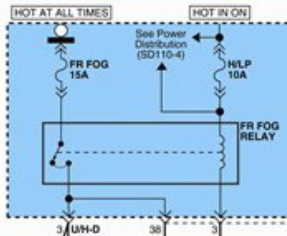

Рис. 5. Подключение реле с отдельными цепями силовых контактов и обмотки.
- в схемах автомобиля, где цепи управления обмоткой и силовых контактов разделены (см. Рис.5), можно использовать режим «внутреннего управления режимом ДХО – режим 7»: для фар БС-ПТФ - без дополнительных подключений и проводов, для фар ДС – с подключением к доп. разъему реле DRL-30-M-F (для выключения (блокирования) «режима ДХО» при включении фар БС/габаритов).